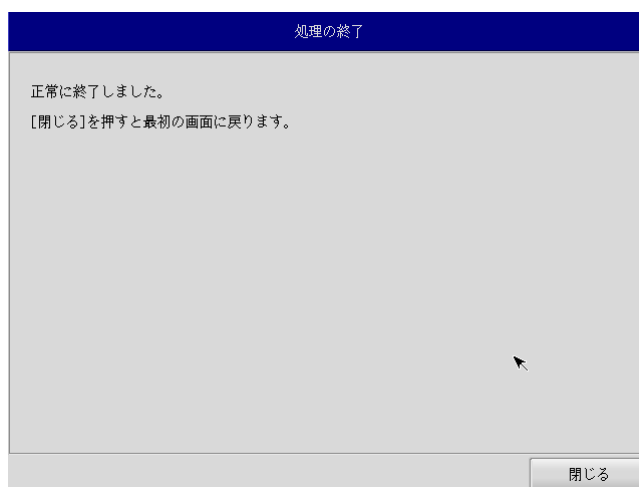

図 6-4-6. 終了画面
- ⑧ 終了画面（図 6-4-6）が表示されるとシステム復旧作業は完了です。電源を落として DVD ドライブ、保存メディアを外します。